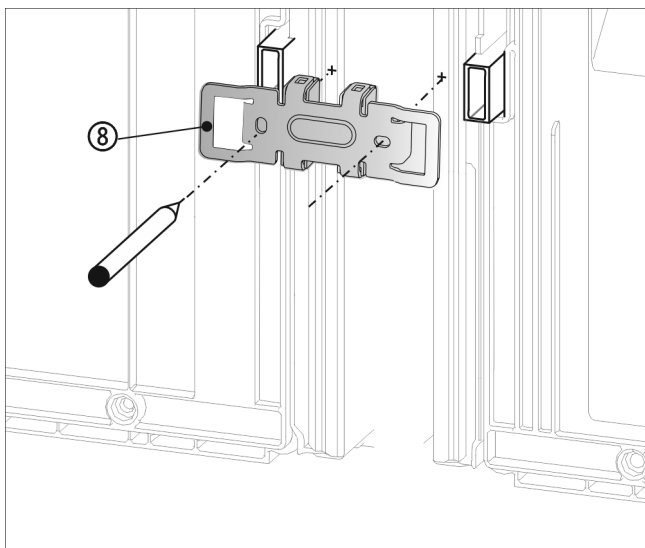

Fig. 21
- Spingere la squadretta Fig. 21 (8) con gli incavi sull'alloggiamento per i distanziatori a parete.